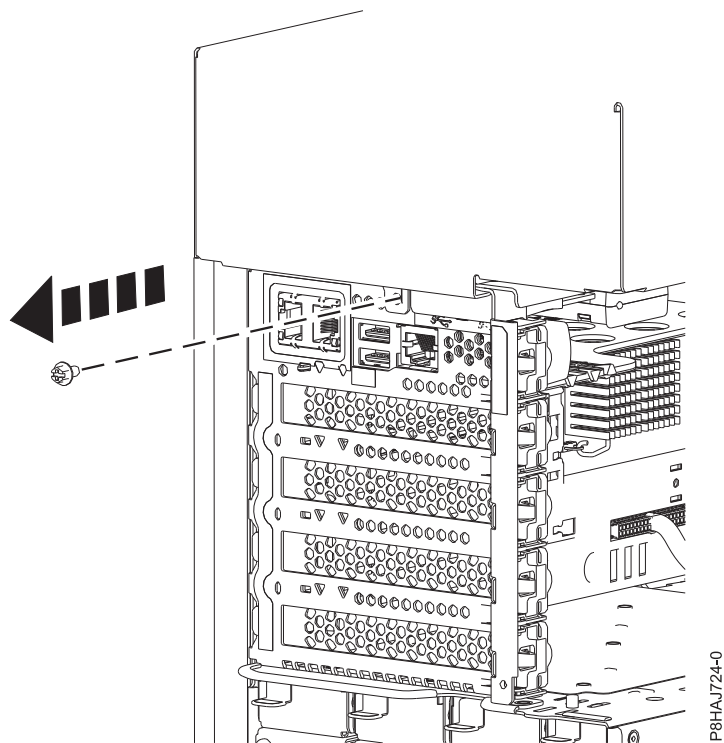

図 28. 8286-41A のサイド・カバーからのねじの取り外し
4. プラスのねじ回しを使用して、サイド・カバー後部ねじを取り外します (図 28 を参照)。